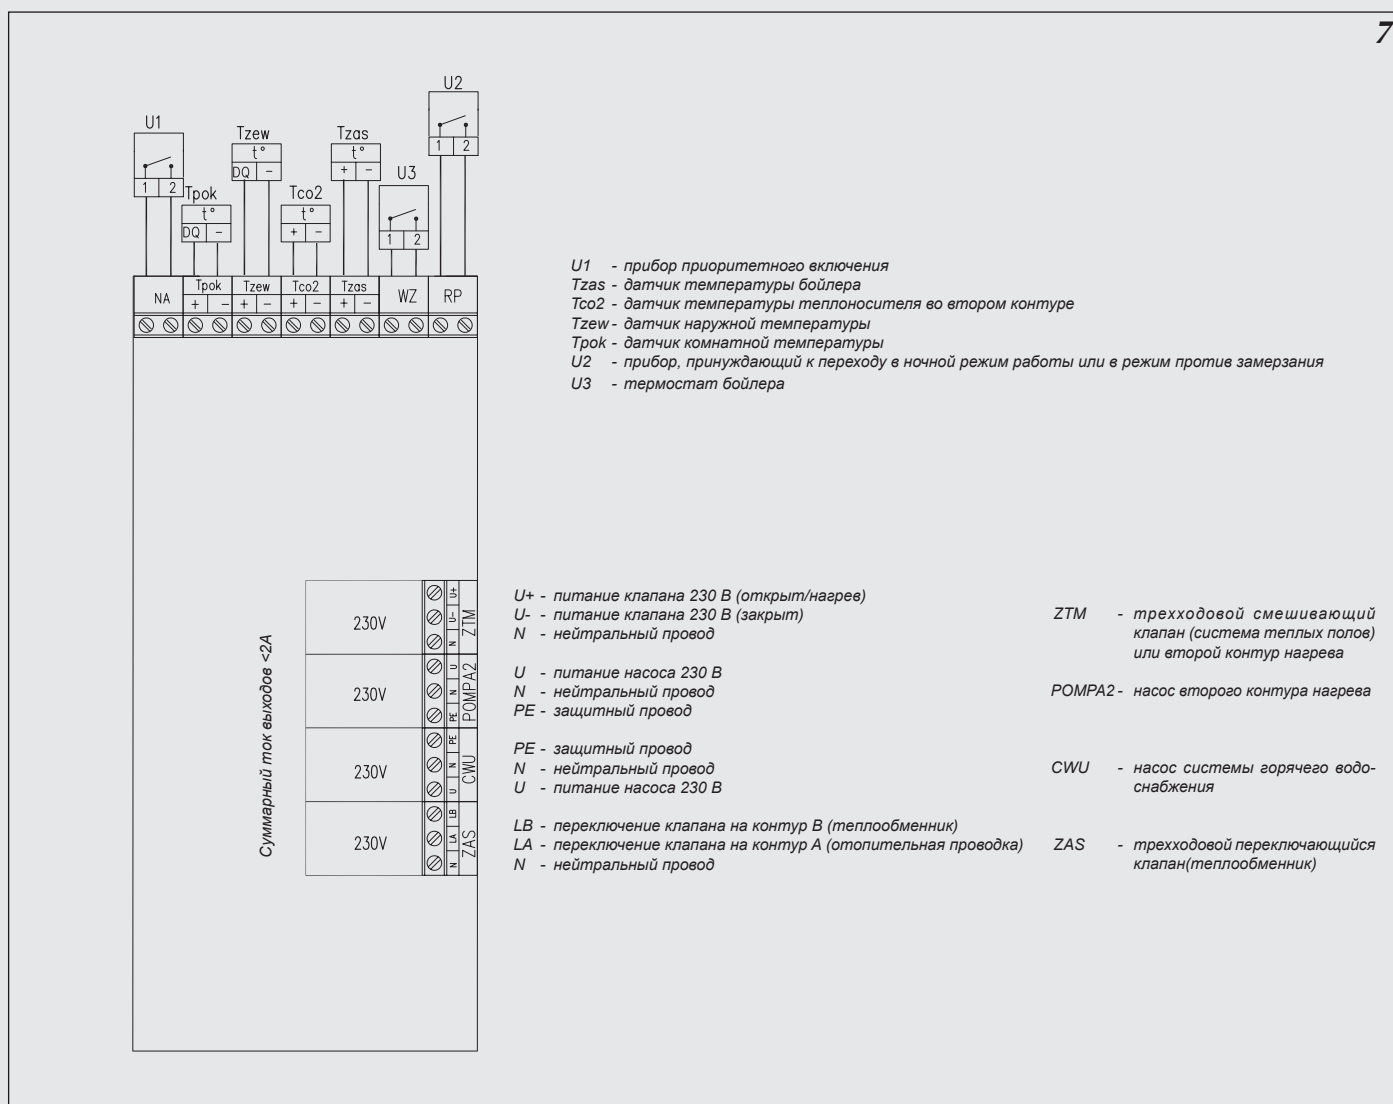

Рис.7 Подключение наружных устройств к плате ZIO
К котлу ЕКСО.М1z можно подключить, в зависимости от потребности, ряд дополнительных приборов или необходимых датчиков (рис. 7).
К котлу ЕКСО.М можно подключить прибор приоритетного включения – например проточный водонагреватель (рис.7), который будет выключать нагрев котла. Это решение используется с целью ограничения потребления максимальной мощности. Приоритетный прибор должен иметь выход сигнального управления. Прибор приоритетного включения подключается при помощи провода (напр. LIYY 2x0,14) к клеммам „NA” на плате ZIO. **На клеммы „NA” запрещается подавать какое-либо напряжение!** Перед подключением приоритетного прибора следует проверить имеет ли он выход сигнального управления. Если приоритетный прибор может управлять только сигналом напряжения, следует использовать соответствующее реле.
Из этих двух способов можно выбрать один при помощи соответствующей установки в сервисном меню. Способ подключения клемм термостата и датчика температуры в теплообменнике представлен на рис.7.
На электронном модуле рис.7 имеются клеммы ZAS. На клемму LB подается напряжение 230В в случае, если есть необходимость догрева воды в теплообменнике. На клемму LA подается напряжение 230В в случае, если котел греет теплоноситель в отопительной проводке. К этим клеммам можно подключить трехходовой клапан, который будет переключать отопительный контур на запитку теплообменника. В случае запитки теплообменника температура теплоносителя стандартно устанавливается на уровне 85°С. Эту величину можно изменить в сервисном меню.
На рис. 7 представлен способ подключения трехходового клапана к котлу. Принято, что выход горячего теплоносителя из котла подключен к входу „АВ” переключающегося клапана а выходы А и В служат соответственно для:
- Коричневый провод кабеля 45900445-013В подключить к клемме LB согласно рис. 7.
- Синий провод кабеля 45900445-013В подключить к клемме „N” согласно рис. 7.
Котел ЕКСО.М1z может управлять насосом системы горячего водоснабжения. Управление основано на включении или выключении этого насоса в зависимости от установленной суточной программы. Таким образом насос можно отключить, например на ночь. Насос подключается к плате ZIO согласно рис. 7. Напряжение питания насоса – 230В.
На плате ZIO рис.7 имеется разъем RP, замыкание которого приводит к переходу котла в режим работы против замерзания или в ночной режим работы. Выбор одного из этих режимов осуществляется в сервисном меню. Также как и на разъем NA, на него нельзя подавать напряжение!